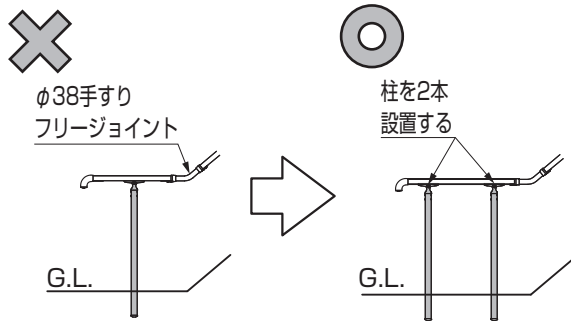

図1 端部に柱を設置する場合
- 端部に柱を設置する場合は、柱は1本ではなく2本設置してください。(図1参照)